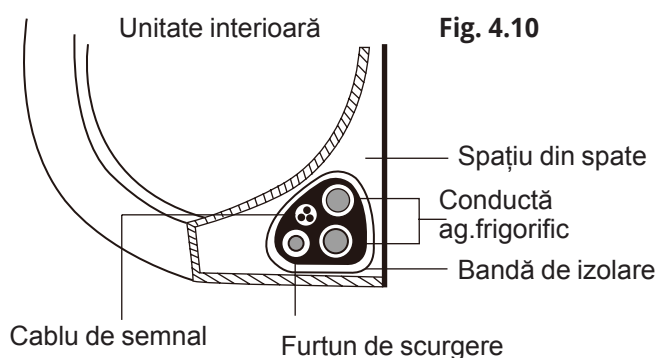

Fig. 4.10
3. Utilizând bandă izolatoare, înfășurați strâns cablul de semnal, conductele de agent frigorific și furtunul de scurgere. Verificați de două ori ca toate acestea să fie strânse conform cu **Fig. 4.10**.